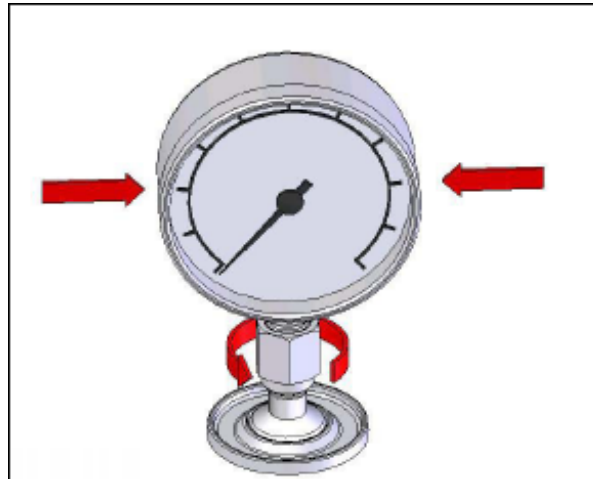

Figura 12. Serraggio dell'adattatore
4. Tenere fermo lo strumento ruotando l'adattatore IN SENSO ANTIORARIO fino a quando scende a coprire l'O-ring, vedere Figura 12.